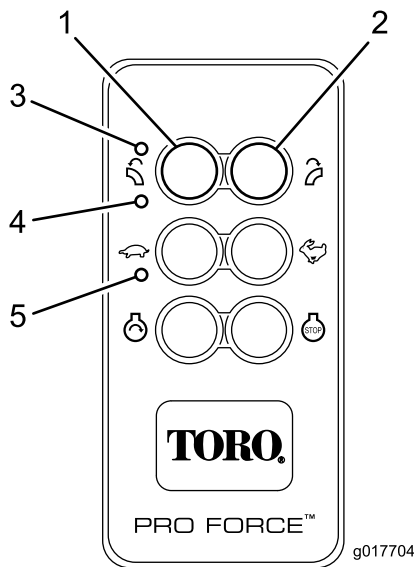

Figure 13
La télécommande est activée (mise sous tension) quand une touche est actionnée. Les diodes d'émission et de réception clignotent pour indiquer que la télécommande est active et communique avec l'unité de base. Pour conserver l'alimentation de la batterie, la télécommande reste active environ (3) secondes avant d'être automatiquement désactivée si aucune touche n'est actionnée durant cette période. Lorsque la temporisation arrive à expiration et que la télécommande est désactivée, toutes les diodes s'éteignent (Figure 13). Appuyez sur une touche pour réactiver la télécommande.